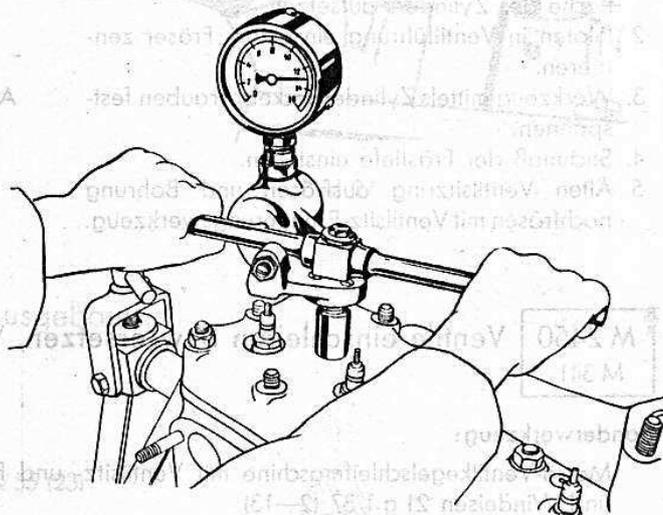

Bild 26
8. Zylinderdeckelmutter in der Reihenfolge nach Bild 21 mit Manometerschlüssel anziehen (880 cmkg, siehe Rd.-Nr. 16, II, Anm. Ziffer 6) (Bild 26).